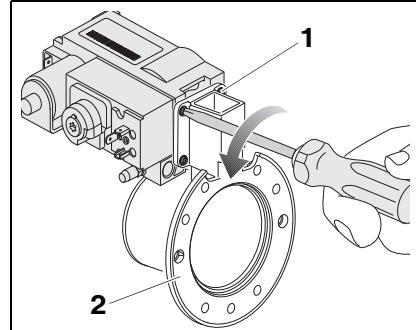

Fig. 10
- Allentare le 4 viti (fig. 10, pos. 1) ed estrarre la valvola del gas dal tubo Venturi (fig. 10, pos. 2).